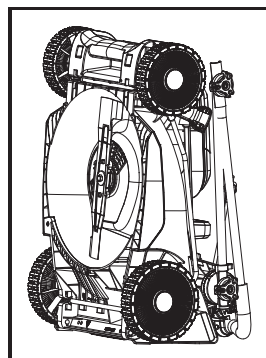

Fig. 25
9. Guarde o corta-relva numa posição plana ou na vertical (Fig. 25).